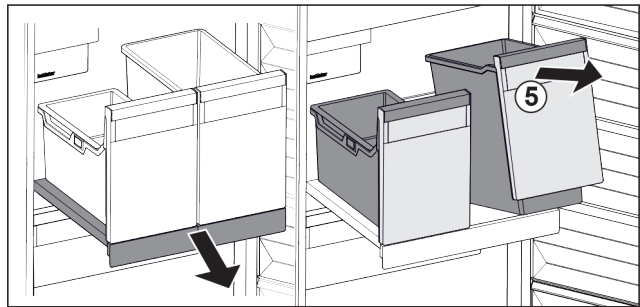

Fig. 104
- ▶ Behälter Fig. 104 (5) vorne anheben.